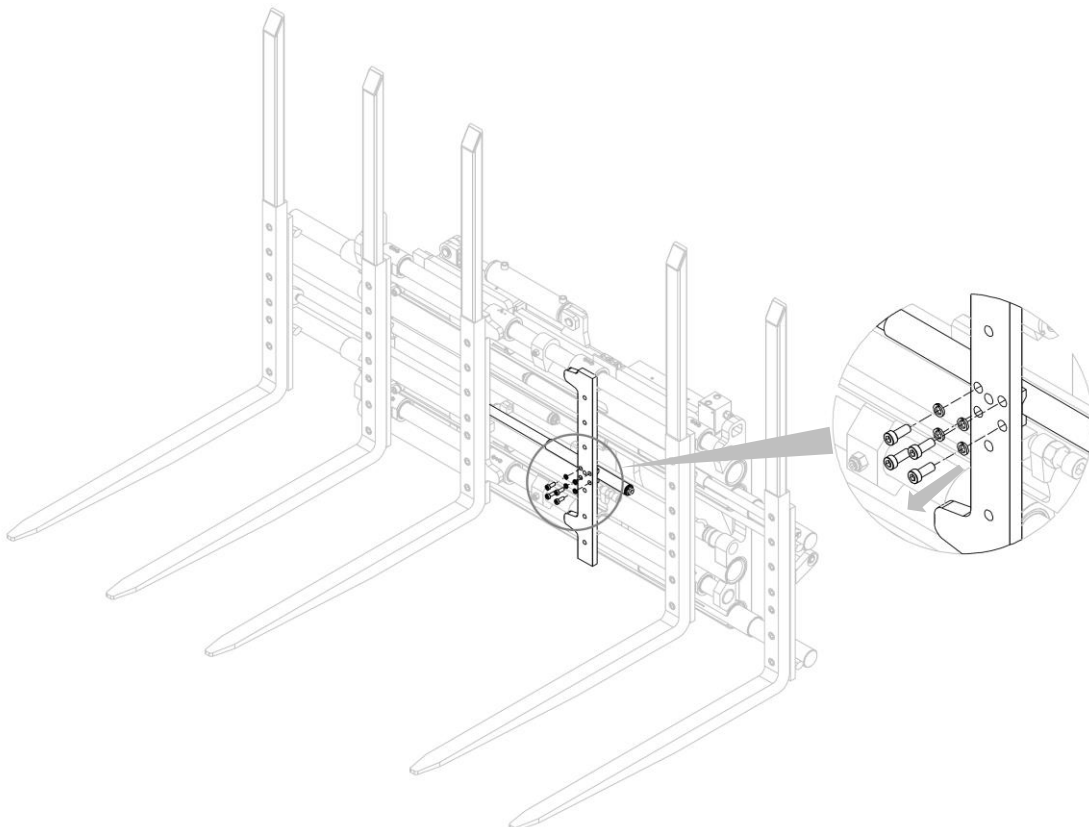

Figura 21
5. Rimuovere le viti che vincolano la molla alla relativa forca (più specificamente al profilo porta-forca) e rimuoverla dalla sua sede prestando attenzione a non urtare gli altri componenti dell'attrezzatura (vedi *Figura 21*).